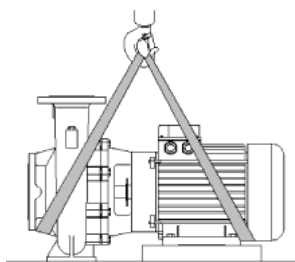

Fig.2 : Transport de la pompe
- Les œillets de transport servent ici de guidage lors de la suspension de la charge (voir fig. 2).